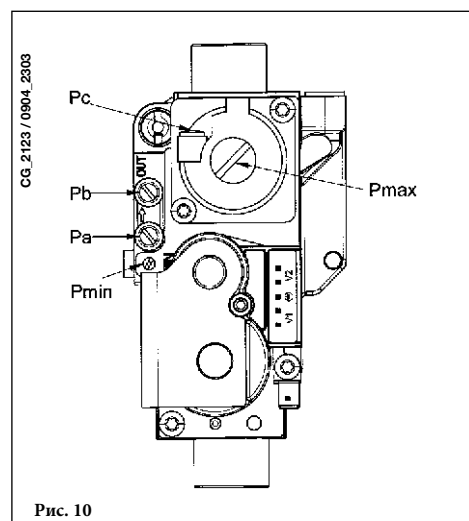

Рис. 10
- Подключите положительный вход дифференциального манометра, предпочтительно жидкостного, к точке измерения давления (Pb) газового клапана (Рисунок 10). Подключите, только для моделей с закрытой камерой, отрицательный вход этого же манометра к специальному тройнику, позволяющему соединить между собой компенсационную точку котла, компенсационную точку газового клапана (Pc) и сам манометр. (Аналогичное измерение можно выполнить, подсоединив манометр к точке измерения давления (Pb) и без передней панели закрытой камеры);
- Отрегулировать винт "Pмакси/Pмин" (рисунок 10) до получения величины давления, указанной в Таблице 1.